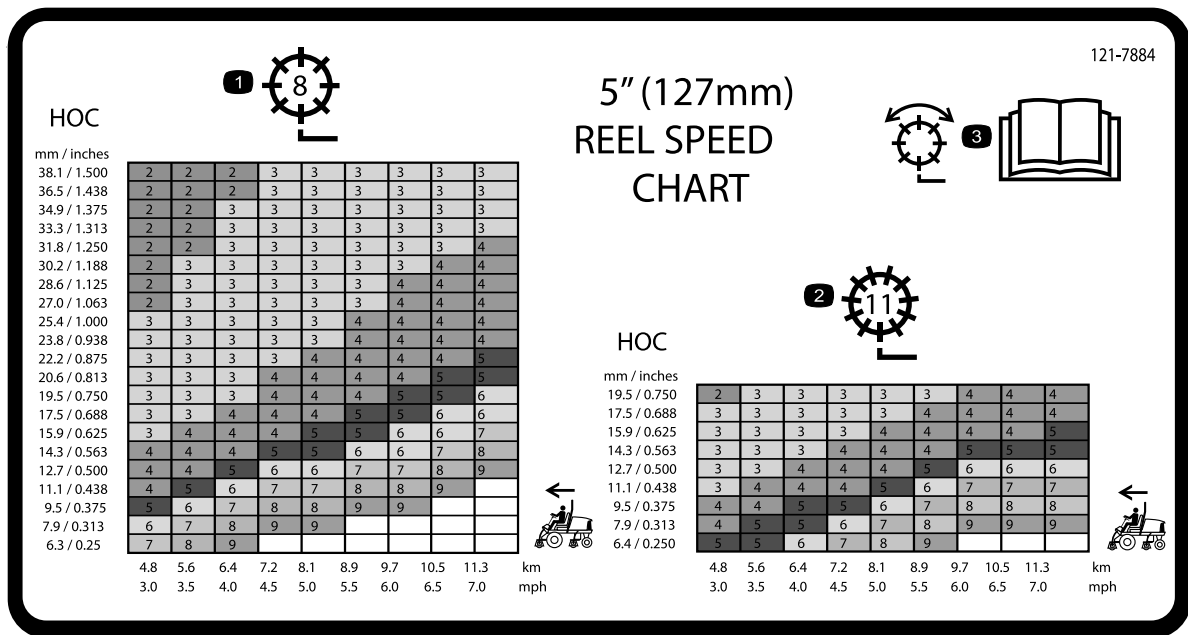

Bild 31
3. Lesen Sie die richtige Spindeldrehzahl auf dem Schild mit der Spindeldrehzahltable ab (Bild 31).